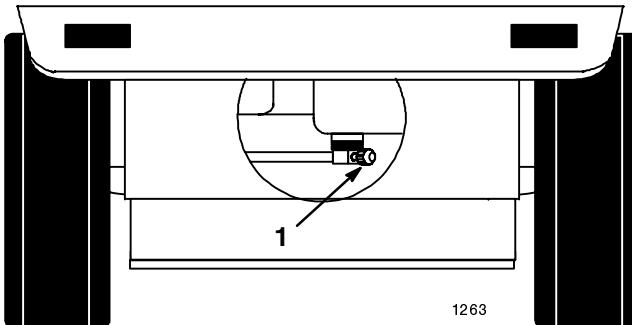

Figure 29
2. Fermez le robinet d'arrivée d'essence sur le réservoir (Fig. 29).
- Ouvrez le robinet d'arrivée d'essence sur le réservoir (Fig. 29).